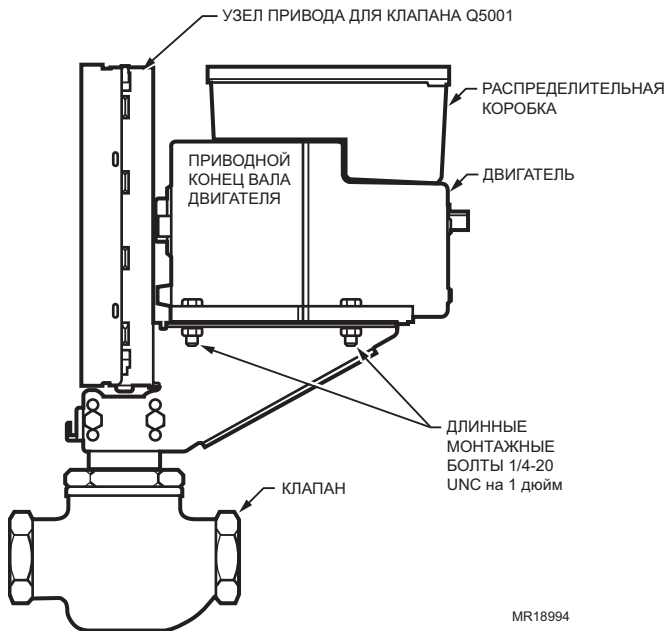

Рис. 4. Монтаж двигателя на узле привода для клапана Q5001.
3. Присоедините двигатель к кронштейну четырьмя прилагаемыми болтами. См. рис. 4.
Для установки узлов приводов Q100 для клапанов любого типа требуется кронштейн-переходник 220738A. При использовании узла привода для клапанов Q5001 кронштейн-переходник 220738A не требуется (см. рис. 4).